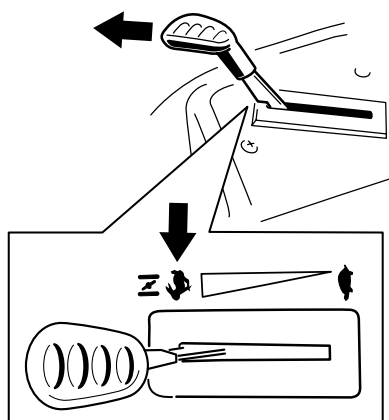

Figura 14
**Nota:** Siempre engrane las cuchillas con el acelerador en la posición de RÁPIDO (Figura 14).